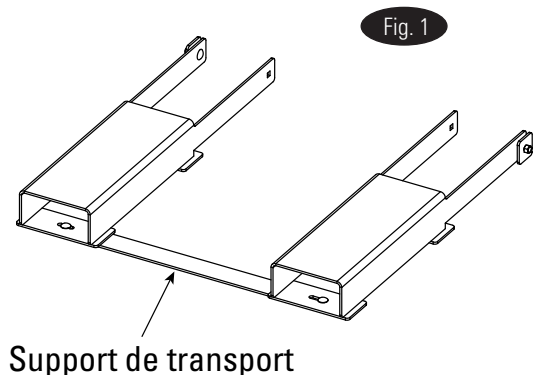
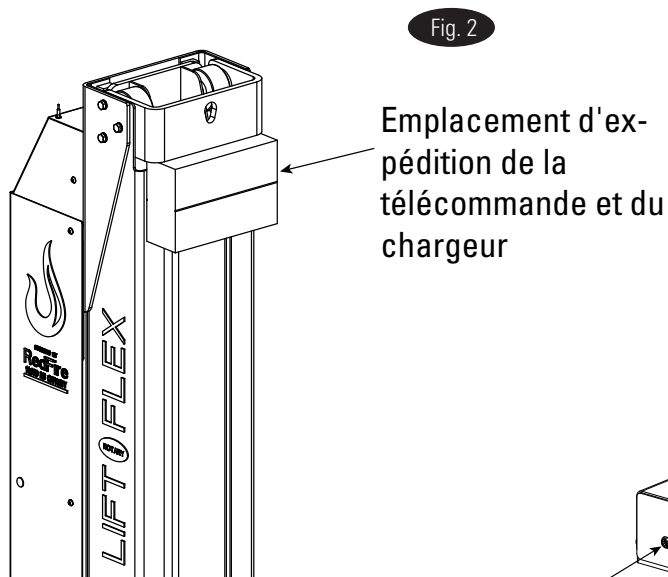

Fig. 1
Fig. 2
1. Déballez le pont élévateur dans la zone d'utilisation souhaitée. Retirez et jetez l'emballage de protection, ainsi que le support d'expédition non peint, Fig. 1. Une colonne dans l'ensemble contiendra la télécommande et le chargeur dans une boîte montée sur la colonne, Fig. 2.